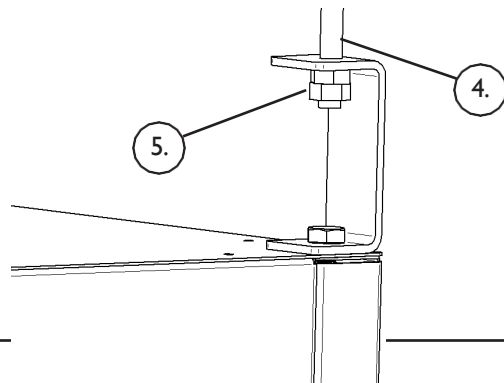

Fig 3.
4. Pendel (medföljer ej) (se fig 3.)
5. Mutter (medföljer ej) (se fig 3.)